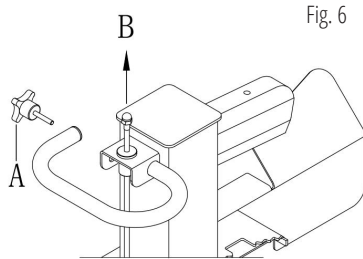

Fig. 6
c). Pour le modèle KS 8THE V 55/40 dévisser la vis (A) avec l'outil nécessaire (Fig.6). Réglez la barre de réglage de déplacement de manière à ce qu'elle agisse comme une butée dans la position souhaitée. Serrez ensuite la vis (A).